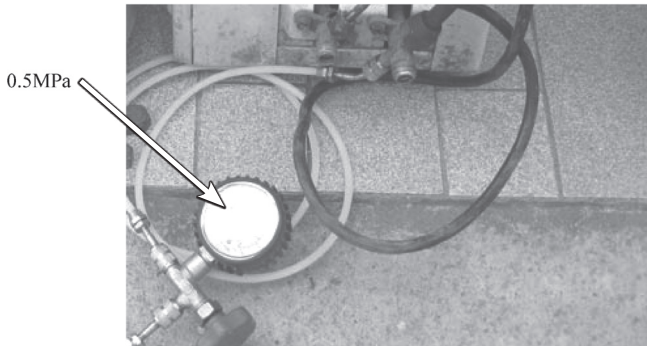

图 7-20 测系统压力
- 2) 拆下室外机外壳，测量压缩机线圈阻值良好，用压力表测量系统压力为 0.5MPa，如图 7-20 所示。